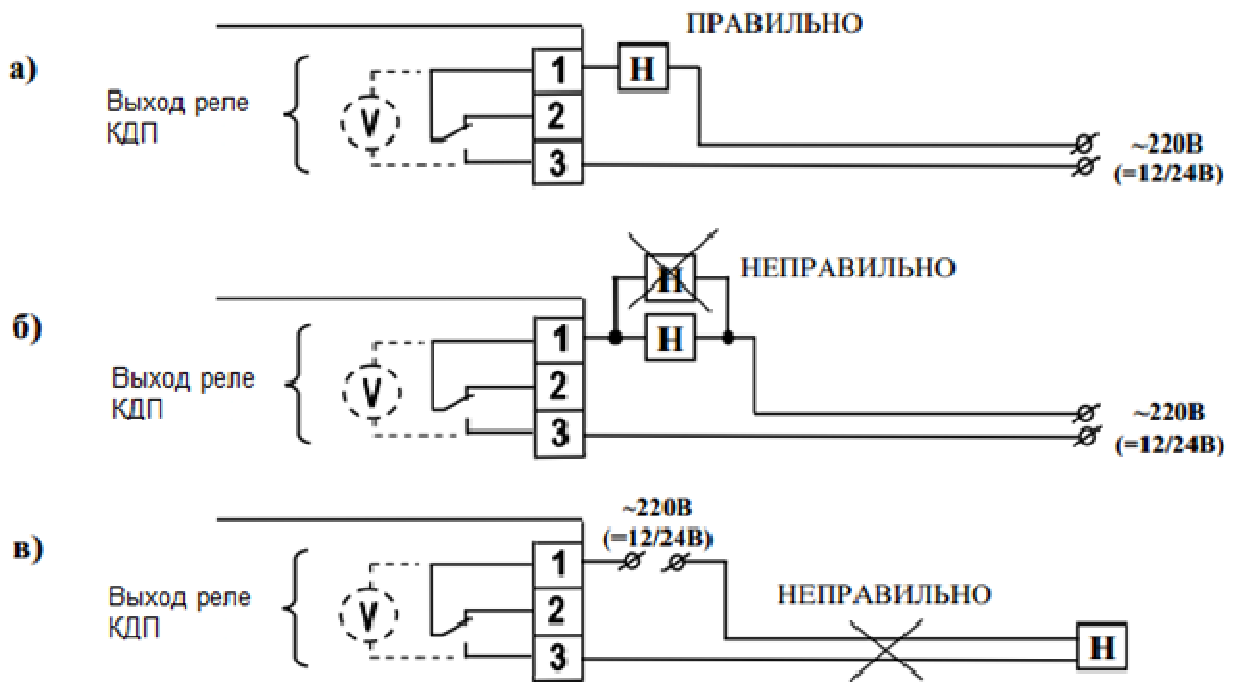

Рис.12. Схемы подключения нагрузки к КДП.
- 2.6 На рис. 12 показаны наиболее часто встречающиеся ошибки подключения нагрузки к контактам КДП. На рисунке показан принцип контроля цепи управления, который условно может быть представлен как вольтметр, измеряющий напряжение между клеммами 1 и 3. Как демонстрирует рис.12 б, КДП обеспечивает контроль исправности цепи только одной подключенной нагрузки – обрыв цепи второй нагрузки обнаружен не будет. При этом для эффективного контроля исправности нагрузки и цепи управления рекомендуется устанавливать КДП вблизи нагрузки (рис.12а). При работе с удаленной нагрузкой, как показано на рис.12 в, короткое замыкание в проводах, питающих нагрузку, обнаружено не будет.